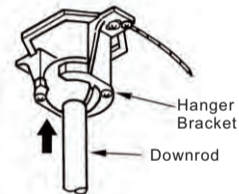

Fig.13
Paso 5. Levante el ensamblaje del motor y coloque la esfera de soporte dentro de la abrazadera de montaje. Gire el ensamblaje del motor hasta que la ranura de la esfera de montaje sienta sobre la astria de la abrazadera de montaje. (Fig. 13)